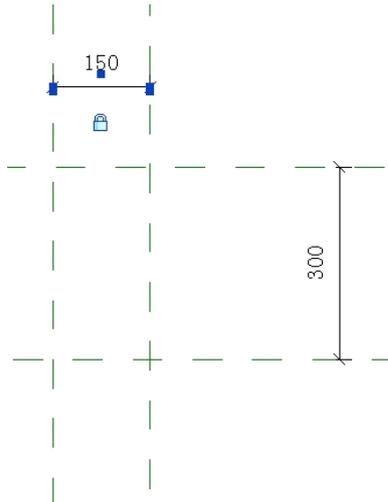

图 19.5-1
- 绘制参照平面并进行尺寸标注: 以“公制详图构件”的原有参照平面定位绘制两条参照平面, 完成后进行标注, 并进行锁定, 绘制结果 (如图 19.5-1 所示)。